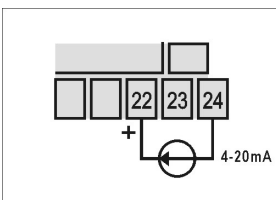

Figure 5 – raccordement du 4-20mA
- 4-20mA: Ce référer à la figure 5. (Le régulateur est équipé d'un shunt Interne).